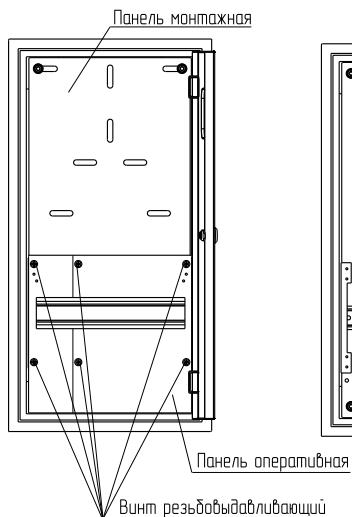
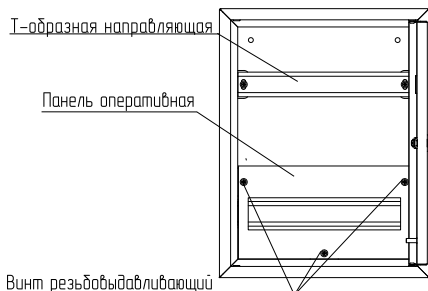

Рисунок 9
Рисунок 11
4.3.3 Выкрутить шесть винтов резьбовыдавливающих – для ЯУР-3/12 (3) (рисунок 9), три – для ЯУР 380-300 (3) (рисунок 11) и снять оперативную панель (рисунки 9, 11). Винты резьбовыдавливающие сохранить.
4.3.5 Извлечь монтажную панель из корпуса ЯУР-3/12 (3) (рисунок 9).